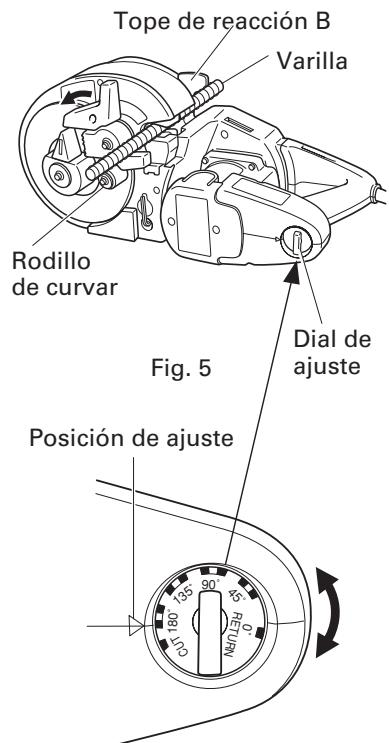

Fig. 6
- (1) Gire la palanca en la dirección de la flecha y abra la cubierta.
- (2) Ponga el dial de ajuste en la posición de corte ("Cut").(Gire el dial de ajuste completamente en el sentido de las agujas el reloj). (Fig. 6)